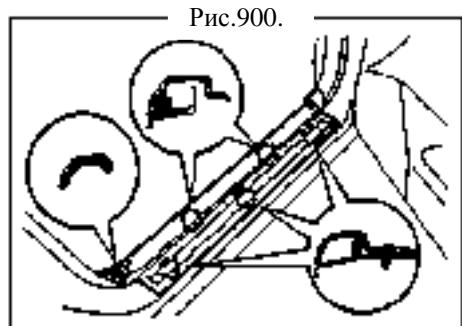

Рис.900.
- (a) При помощи отвертки снимите облицовку порога правой передней двери (рис.900).